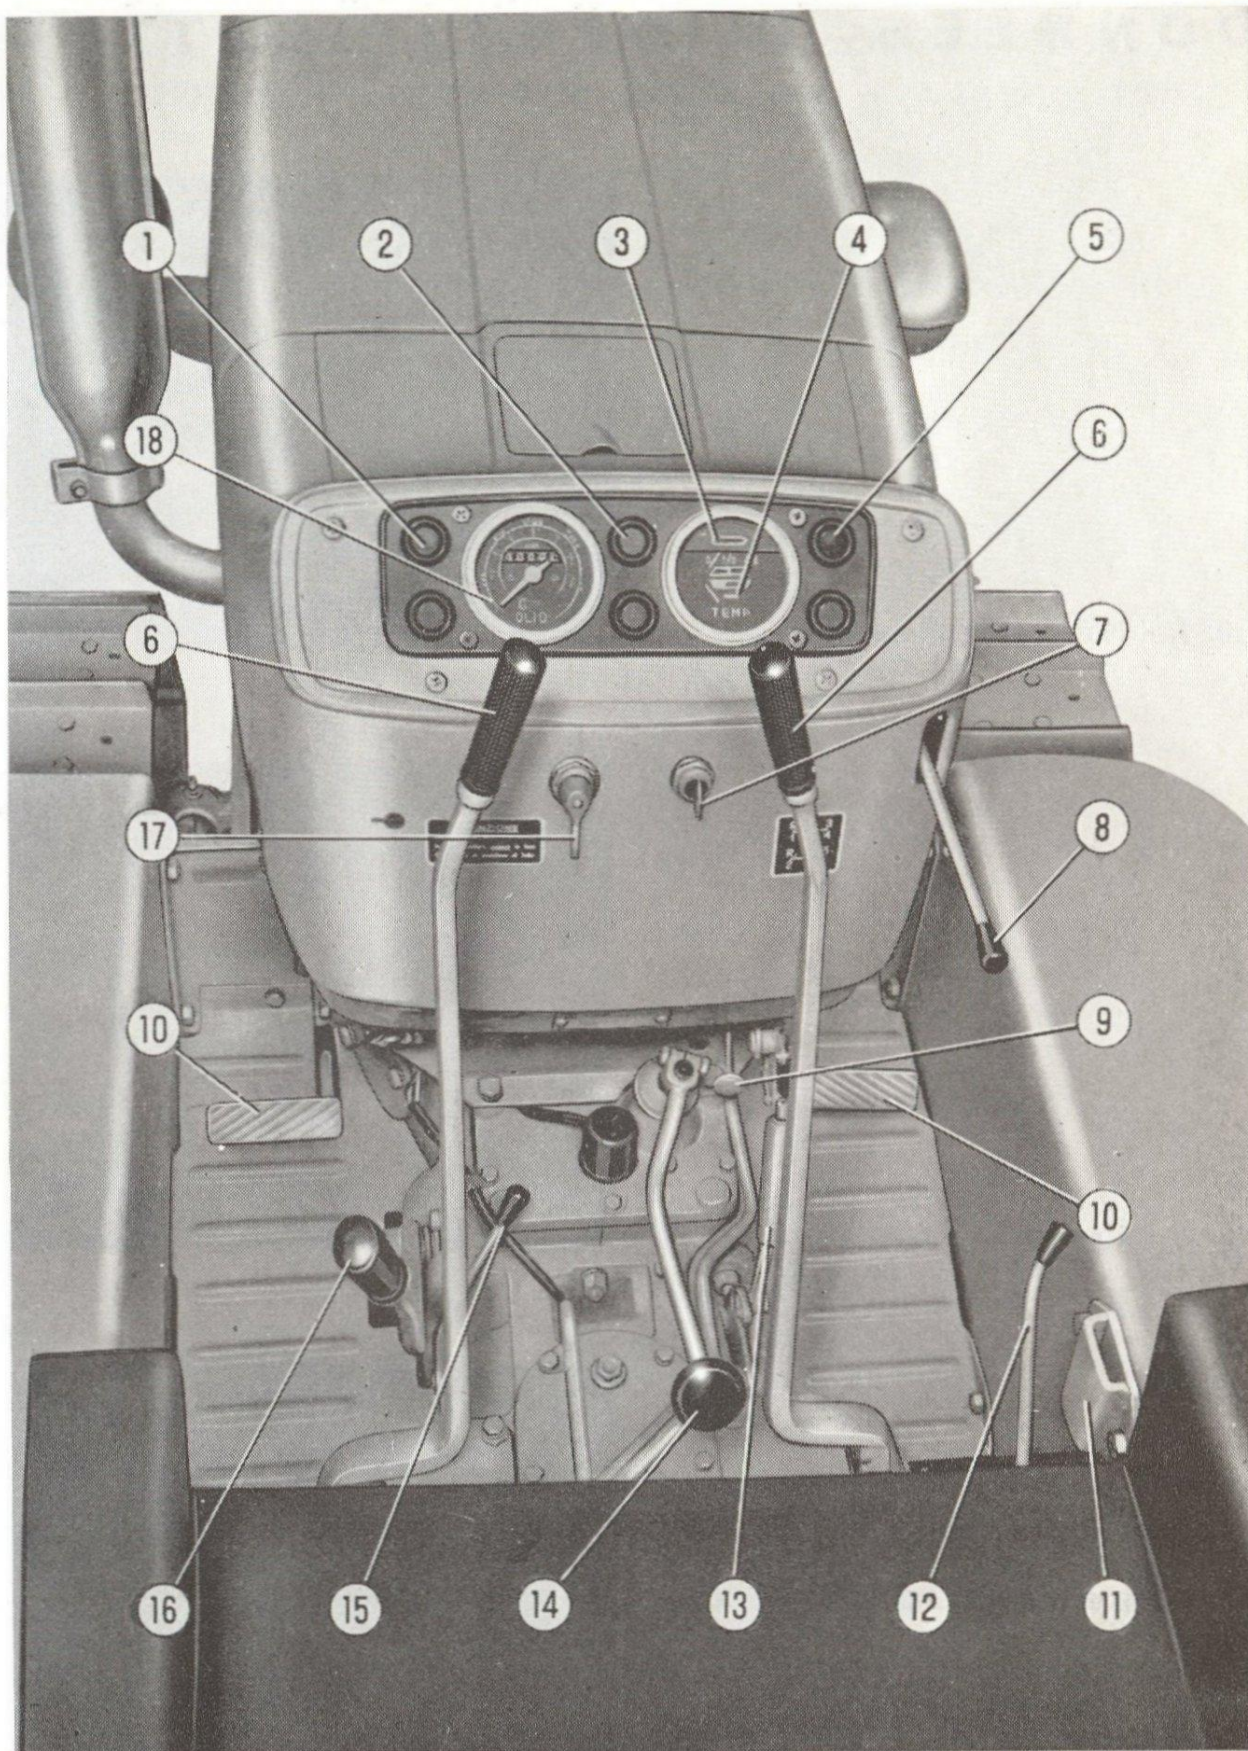

Fig. 4. - Appareils de contrôle et commandes.
5. **Moteur avec pompe d'injection CAV:** poussez à fond la tirette **9** (fig. 4) et en même temps tournez à fond la manette du commu-
- Tournez alors davantage la manette jusqu'à la position **2** et, si votre moteur est équipé de pompe d'injection CAV, poussez à fond la tirette **9** (fig. 4). Dès que le moteur marche lâchez la manette (et la tirette également s'il s'agit d'une pompe CAV).
Tirez à fond la tirette **9** (fig. 4). Dès que le moteur est arrêté, tournez la clé de contact (fig. 5) à la position **0**, ou même à la position **5** si l'éclairage est nécessaire, afin d'éviter que l'excitation de l'alternateur ne provoque la décharge progressive de la batterie.